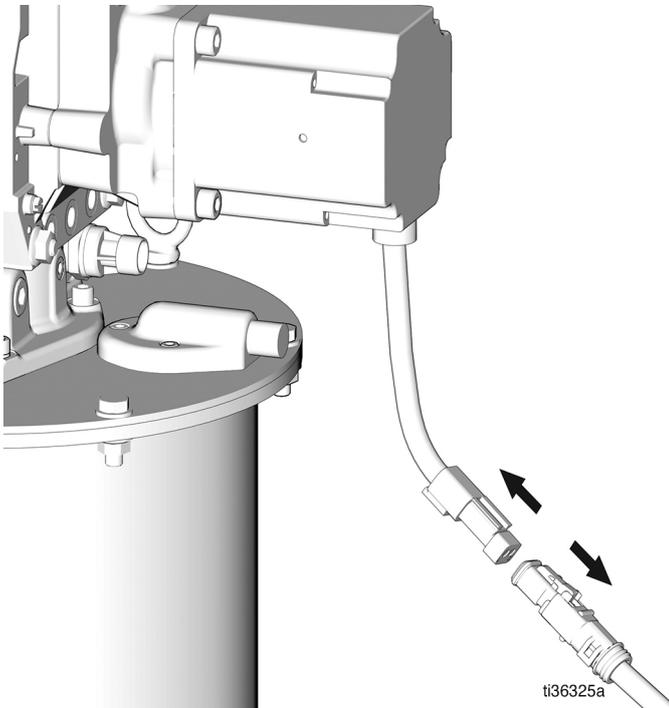

Рис. 10
1. Отключите питание от системы (Рис. 10).